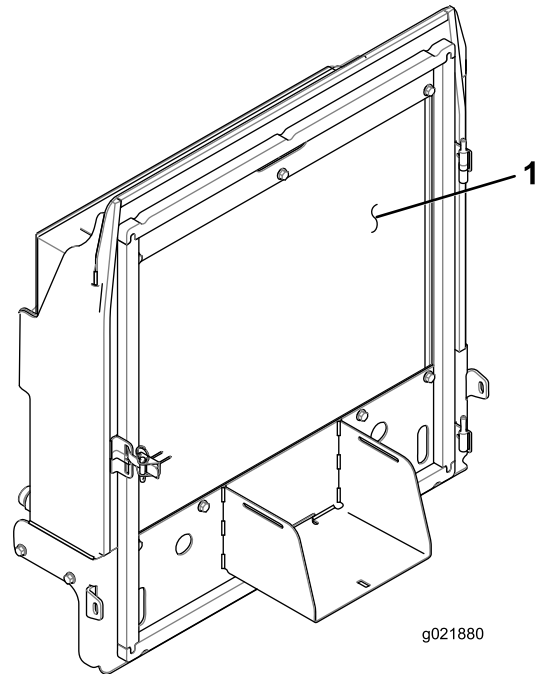

Figura 83
4. Pulite accuratamente entrambi i lati del radiatore/refrigeratore dell'olio utilizzando aria compressa (Figura 83).